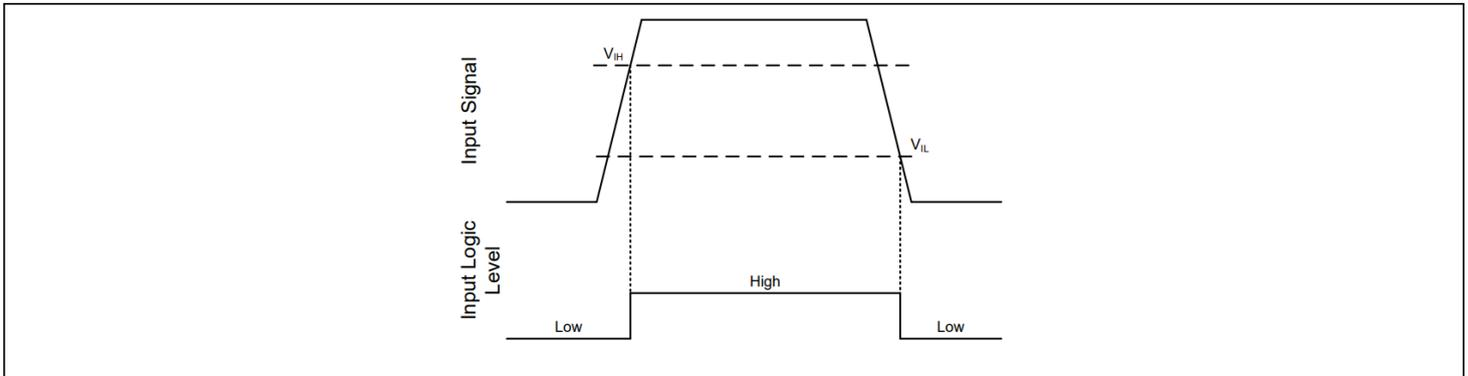

图 12 HIN 和 LIN 输入阈值
输入引脚基于 TTL 和 CMOS 兼容的输入阈值逻辑，与  $V_{CC}$  电源电压无关。图 12 说明了 2ED2108 (4) S06F (J) 的输入信号、输入阈值以及输入信号导致的集成电路逻辑状态。典型的高阈值 ( $V_{IH}$ ) 为 2.1 V，典型的低阈值 ( $V_{IL}$ ) 为 0.9 V。
3.3 V 和 5 V 数字电源控制器设备。与传统 TTL 逻辑实现相比，更宽的迟滞电压（通常为 0.9 V）提供了增强的抗噪能力，而 TTL 逻辑通常小于 0.5 V。2ED2108 (4) S06F (J) 还具有对输入引脚阈值电压水平的严格控制，从而简化了系统设计考虑并确保在整个温度范围内稳定运行。2ED2108 (4) S06F (J) 的输入引脚能够承受高于器件  $V_{CC}$  引脚上偏置电压的电压。